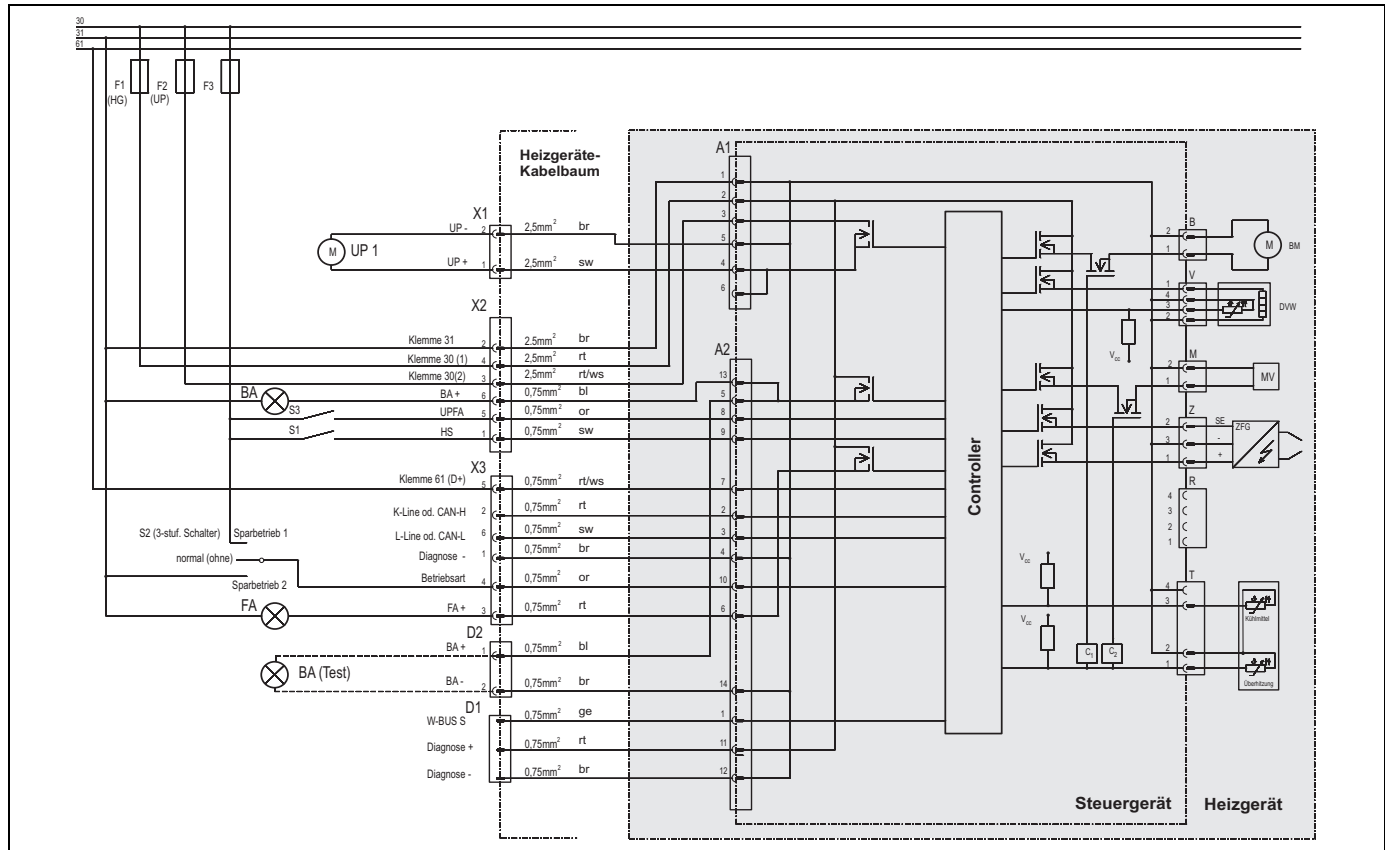

Bild 6: Systemschaltung für den Diesel-Brennerkopf der Thermo H, Legende siehe Seite 18.
Der elektrische Anschluss des Diesel-Brennerkopfes wird ausgeführt gemäß Bild 6: Systemschaltung.
- Schalter, siehe Systemschaltung Bild 6
Der Anschluss des Schalters ist aus der Systemschaltung Bild 6 und 7 ersichtlich.